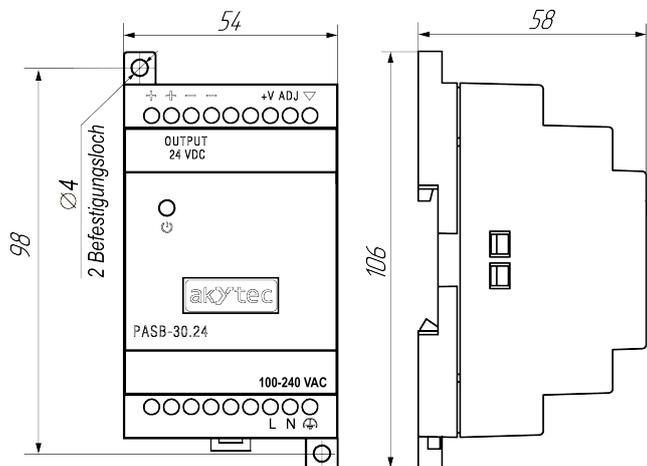

Abb. 5 Abmessungen
Das Gerät ist für die Montage auf Hutschiene 35 mm oder auf einer vertikalen Fläche vorgesehen. Stellen Sie sicher, dass genügend freier Platz zum Verlegen der Kabel und Anschluss des Gerätes vorhanden ist. Bei der Montage beachten Sie die Abmessungen des Gerätes (siehe Abb. 5).
2. Befestigen Sie das Gerät mit den Schrauben (nicht im Lieferumfang enthalten) an den beiden Befestigungslöchern (Abb. 5).